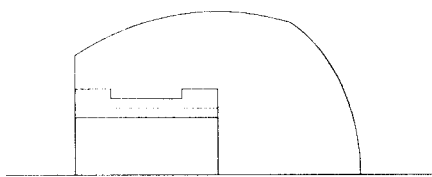

图 1-18 绘制螺纹线
(7) 绘制螺纹线：将中心线分别向上偏移 6 和 7 得到螺纹线，单击“修剪”按钮 ，使用两垂直线将螺纹线多余部分剪去。用鼠标选择螺纹大径，此时螺纹大径呈高亮显示，再用鼠标单击颜色下拉列表框  ByLayer  的下三角按钮，选择 Red 使大径变为红色，表示细线。所得图形如图 1-18 所示，至此轮廓线的上半部分绘制完毕。